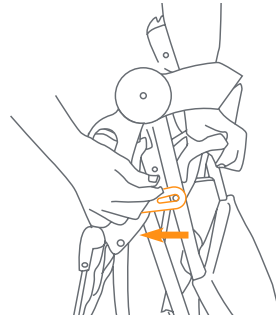

Fig. 24a
**24)** • Stand the stroller on the ground with all three wheels touching the ground. Remove the fold latch, which is located on the right side (Fig. 24a).
- Apoye el carrito de modo tal que las tres ruedas toquen el suelo. Suelte el pestillo de pliegue, que se encuentra a la derecha del carrito (Fig. 24a)